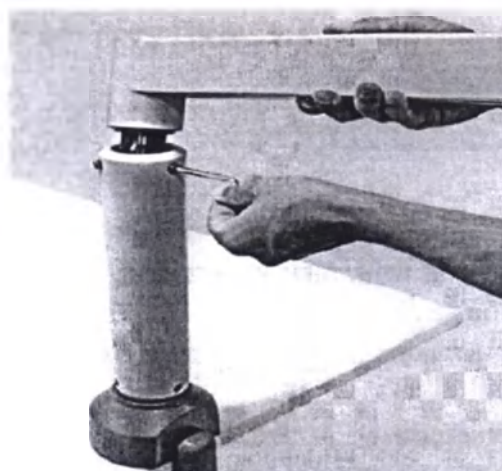

Рисунок 34
5. Поместите предплечье микроскопа, как показано на рисунке 34. Колонка должна быть идеальной. Затяните 3 винта на конце колонны с помощью шестигранного ключа (Рисунок 34).